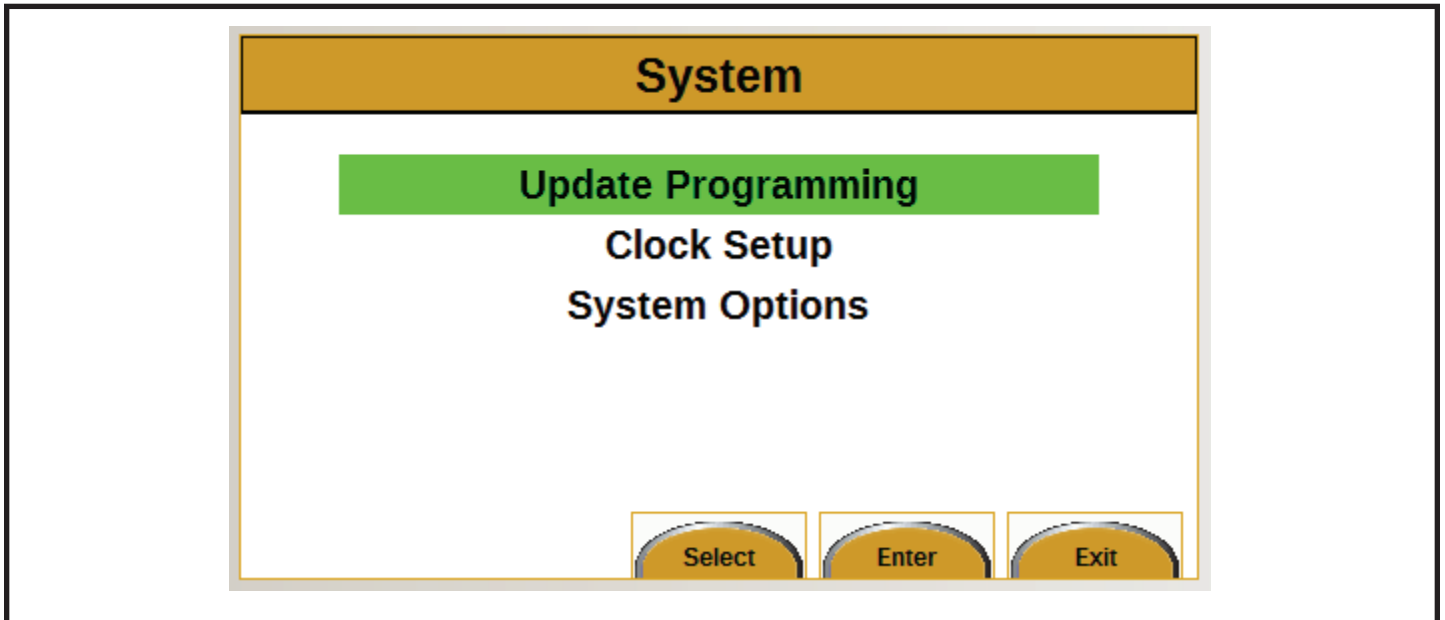

Figure 12
3. Appuyer sur le bouton Enter (Entrer). L'écran System (Système) apparaîtra (see Figure 12).